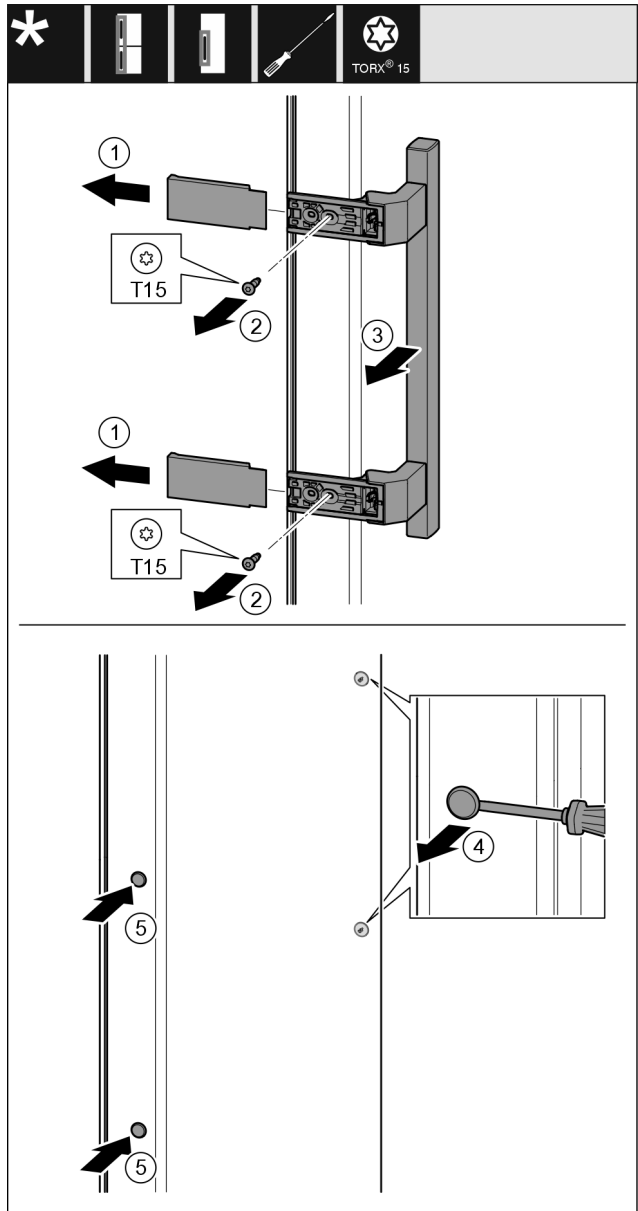

Fig. 20
- ▶ Снимите крышку Fig. 20 (1).
- ▶ Выкрутите винты Fig. 20 (2) отверткой.
- ▶ Снимите ручку Fig. 20 (3).
- ▶ Осторожно приподнимите шлицевой отверткой боковую заглушку Fig. 20 (4) и извлеките ее.
- ▶ Снова установите заглушку Fig. 20 (5) с другой стороны.